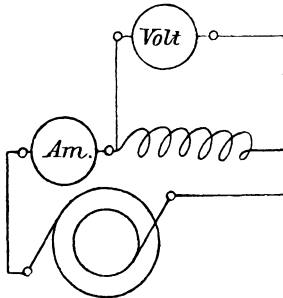

Abb. 96.
239. Zur Bestimmung des Selbstinduktionskoeffizienten wurde in den Stromkreis der Spule eingeschaltet ein Dynamometer Am. und parallel zur Spule ein Voltmeter (Abb. 96). Das erstere zeigte 200 [150] (260) Grad Ausschlag an, das letztere 50 [48] 38 V. Die Drehzahl der zweipoligen Wechselstrommaschine wurde zu 2800 [2400] (3600) pro Minute bestimmt. Die Konstante des Dynamometers ist 0,355 und der Spulenwiderstand 5 [2] (1,5) Ω . Wie groß ist hiernach L ?